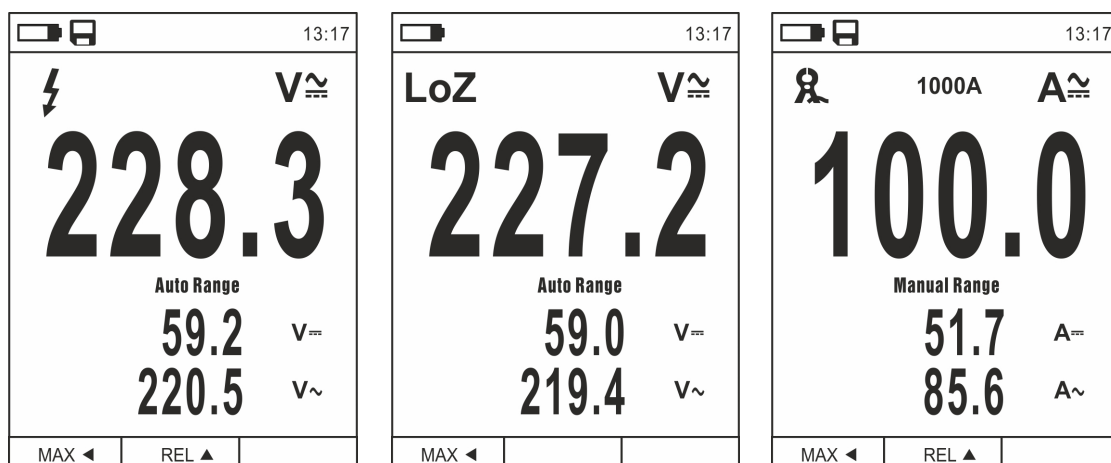

Abb. 6: Beschreibung der Messung von AC+DC Spannung und Strom
2. Drücken Sie die Taste **MODE/VFD** und wählen Sie "V \approx ", "A \approx ", "mA \approx " oder "μA \approx " aus (siehe Abb. 6).